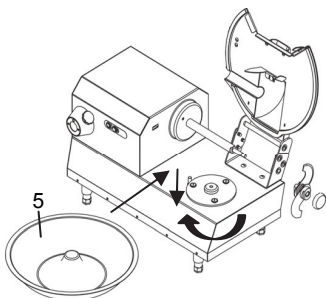

Fig. 6.3.8
- Introduire le bac "5" Fig. 6.3.8 dans le plateau de mise en marche